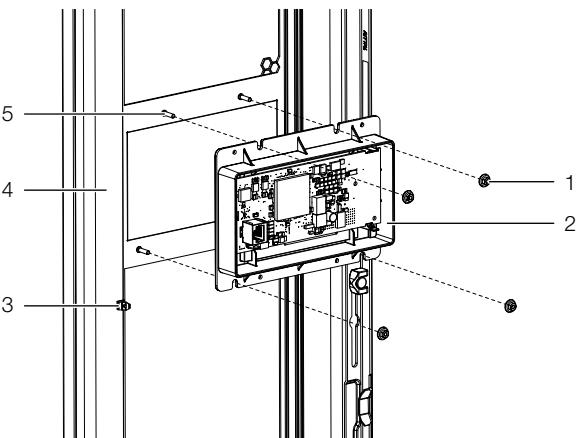

Abb. 60: Einsetzen und Befestigen des Displays
- Schieben Sie das Display von innen auf die Stehbolzen, bis es vorne an der Tür (Abb. 60, Pos. 3) des Liquid Cooling Package anliegt.